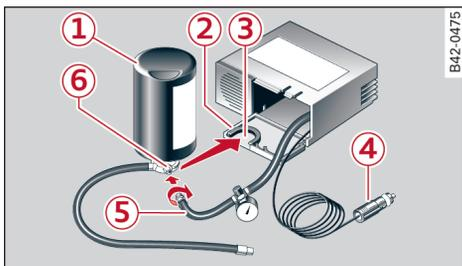
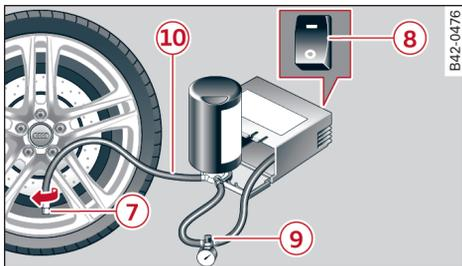

图 278 轮胎修理包的部件
图 279 轮胎修理包接口
- ▶ 打开电动充气泵的盖 (2) ⇨ 图 278。
- ▶ 从护套中取出插头 (4) 和带压力表的压力软管 (5)。
- ▶ 把电动充气泵的压力软管 (5) 拧到密封胶罐 (1) 的法兰 (6) 上。
- ▶ 把密封胶罐法兰向下插入电动充气泵盖板上的开槽 (3)。
- ▶ 把充气软管 (10) 拧到气门 (7) ⇨ 图 279 上。
- ▶ 把插头 (4) ⇨ 图 278 插入车上的一个插座中。
- ▶ 将电动充气泵上的开关 (8) ⇨ 图 279 置于位置 I。